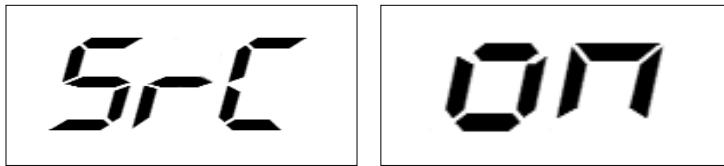

Abbildung F3.11 – Meldung "Suchmodus Ein"
- 1) Nachdem die Maschine nicht mehr dreht, wird auf dem Bildschirm automatisch SrC angezeigt, um automatisch in den Suchmodus zu wechseln, siehe Abbildung F3.11.